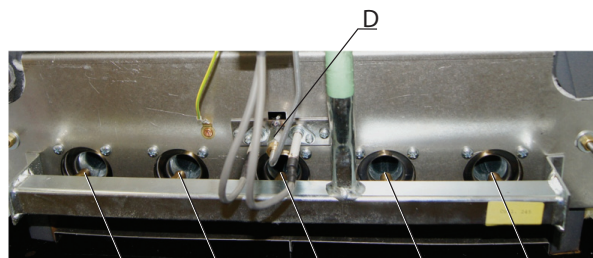

рис. 3.
3. Замените форсунки основной горелки «С» и форсунки пилотной горелки «D» на форсунки, предназначенные для работы на сжиженном газе (*рис. 3*).